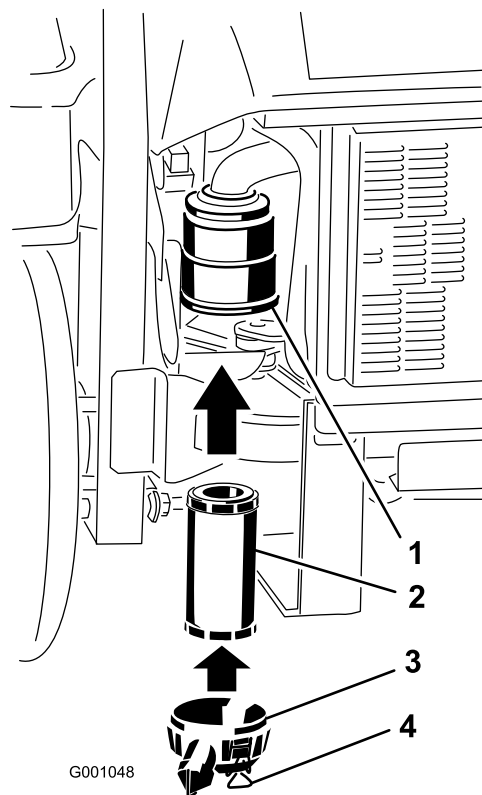

Figura 28
2. Inserite con cautela il filtro nel relativo corpo (Figura 28). Verificate che sia inserito a fondo, premendo sul bordo esterno del filtro mentre lo inserite.
3. Montate il coperchio del filtro dell'aria e fissate i dispositivi di fermo (Figura 28).